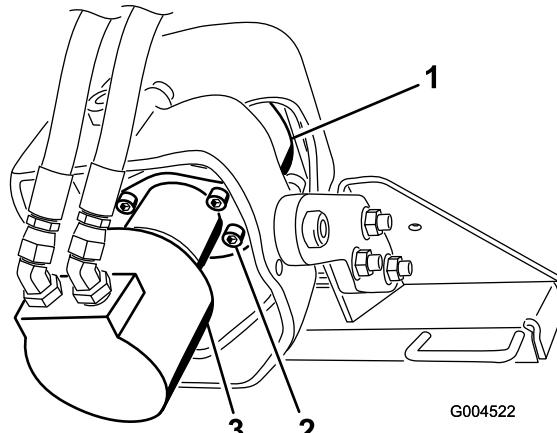

Figure 13
- Soutenez la tête d'entraînement au-dessus d'un bac de vidange (Figure 13).